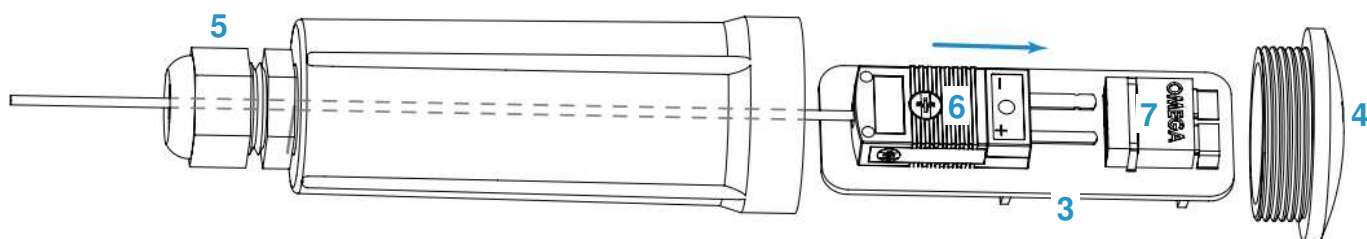

Рис. 5.1 – Подключение термодатчика Probe T к плате тега.
1. Открутите торцевую крышку 4 корпуса тега, вращая её против часовой стрелки. Выньте плату тега 3 из его корпуса (см. Рис. 5.1).